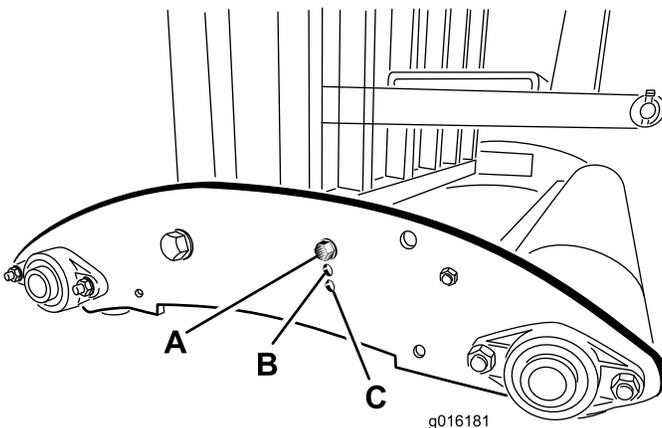

図 29
**注** SR54-S と SR70-S モデルでは、エアレータのタインの深さの設定がポジション A の場合は、チューブの端をサイド・プレートの下側の取り付け穴に取り付ける (図 29)。深さ設定をポジション B または C には上側の取り付け穴を使用する。